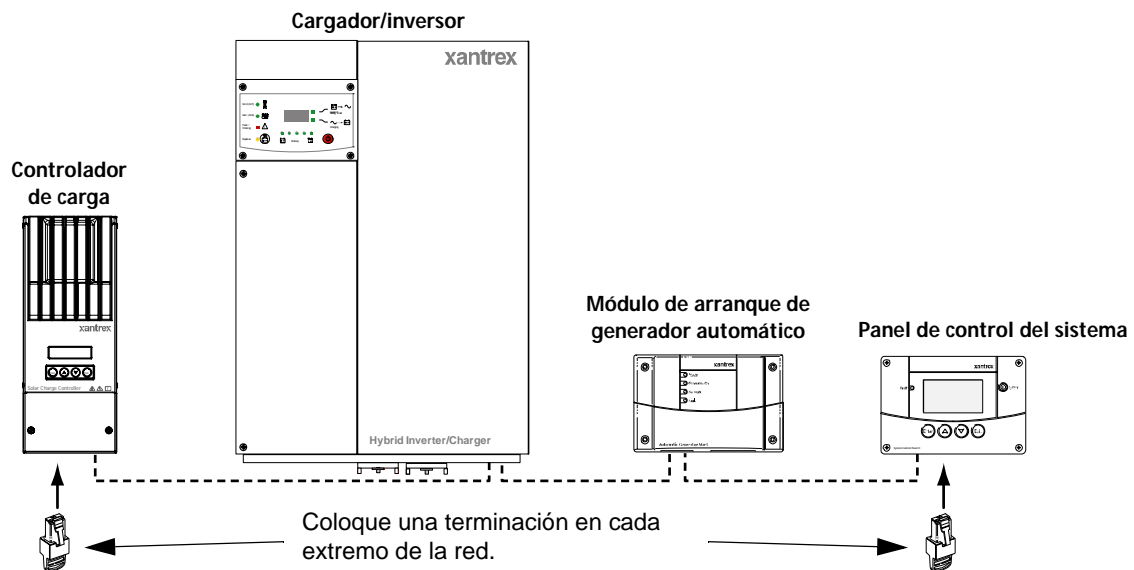

Figura 2-7 Diseño de una red Xanbus
Cada dispositivo de la red está conectado con cables Xanbus con distintas longitudes, tal como aparece en la Figura 2-7.
5. Introduzca una terminación en el puerto de red abierto del dispositivo con tecnología Xanbus de cada extremo de la red. Consulte la Figura 2-7.
Conecte los cables de sincronización de CA siguiendo el mismo diseño de cadena que los cables de red Xanbus (consulte la Figura 2-7). No es obligatorio usar terminaciones de red en las conexiones de sincronización de CA.